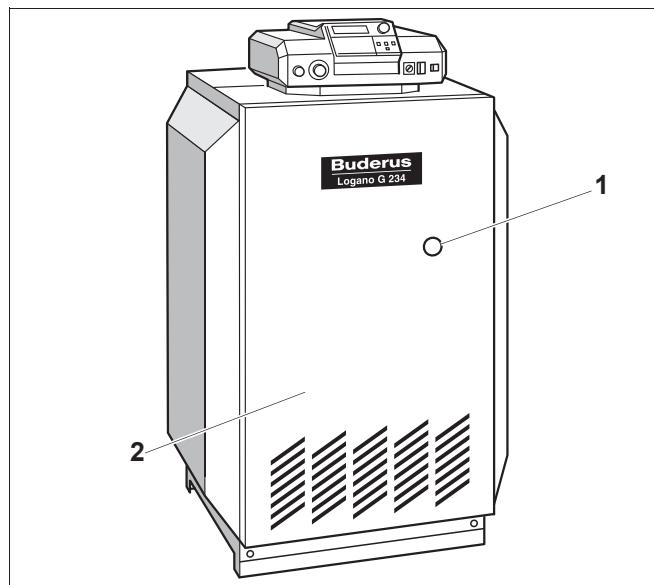

Рис. 51 Устранение неисправностей горелки
При возникновении неисправности горелки загорается сигнальная лампочка на кнопке подавления помех (рис. 51, **поз. 1**), расположенной на отопительном котле.
Вы можете нажать кнопку подавления помех на горелке через отверстие (рис. 51, **поз. 1**) на передней стенке котла (рис. 51, **поз. 2**). Для этого не нужно демонтировать переднюю стенку.
- Нажать кнопку подавления помех горелки (рис. 51, **поз. 1**).